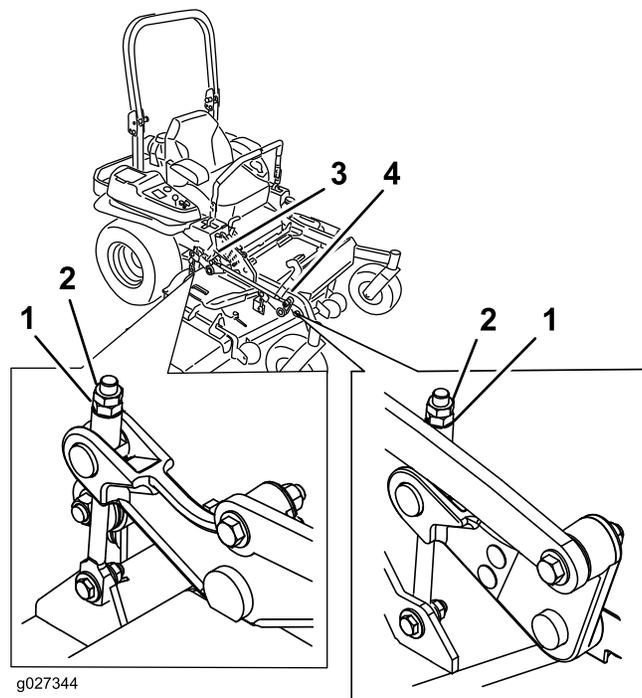

Figure 94
10. Le cas échéant, desserrez le contre-écrou à embase sur le côté de la chape et l'écrou de blocage sur le dessus. Ajustez précisément la vis de réglage en la tournant jusqu'à obtention d'une hauteur de 7,6 cm (3 po) (Figure 94).
17. Ajustez précisément la vis de réglage en la tournant jusqu'à obtention d'une hauteur de 8,3 mm (3,25 po) (Figure 94).